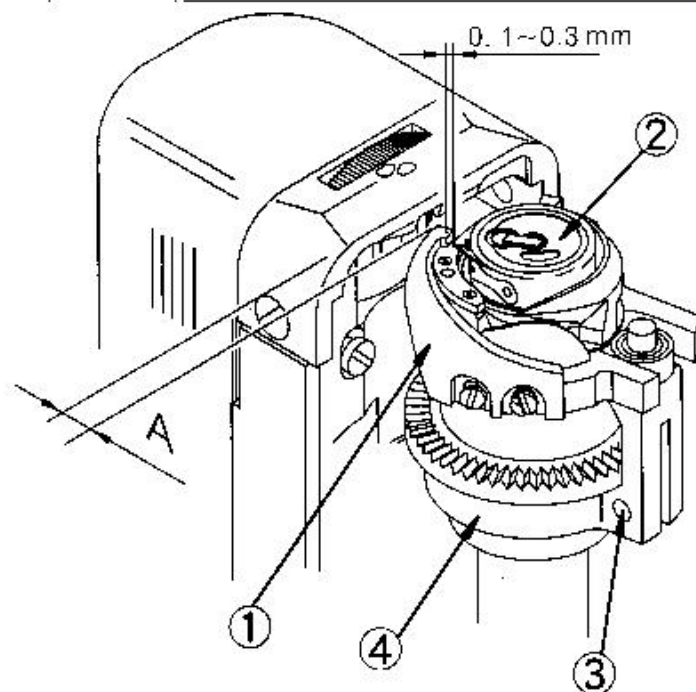

Fig. 30/ Fig. 30
Поверните маховик, пока крышка челнока не примет положение А, ослабьте винт (3) и поверните корпус (4) пока расстояние между кончиком и выступом шпульного колпачка не будет 0,1-0,3 мм. (Рис. 30).